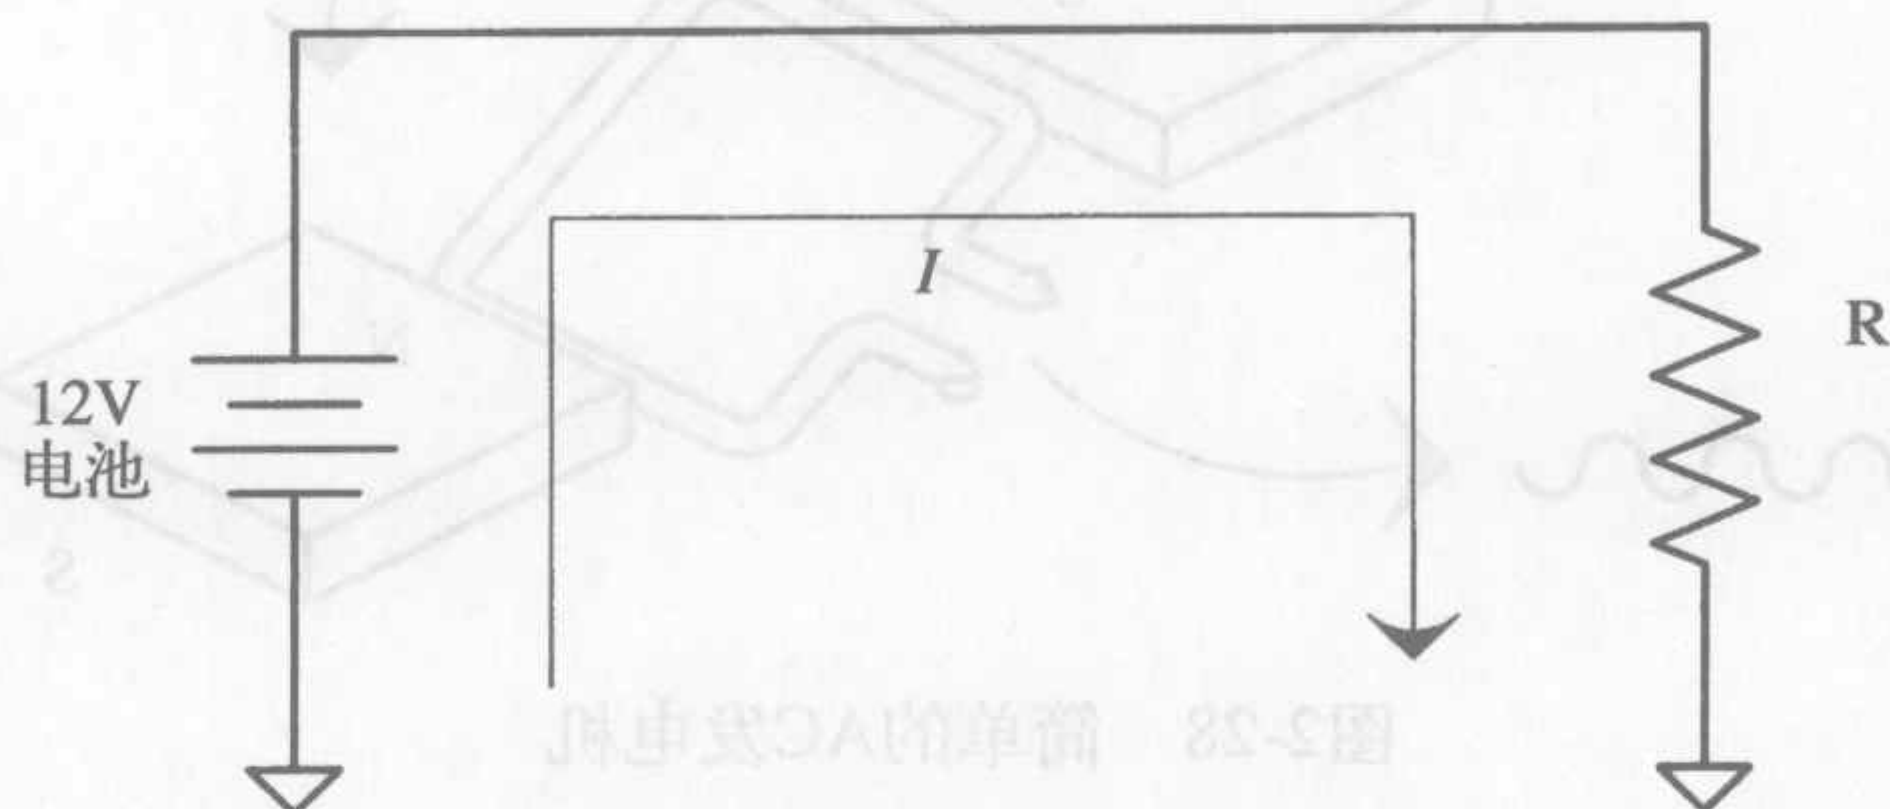

图2-27 电池产生的DC电流和电压
直流仅沿一个方向流，即从正到负①。电池是最常见的直流设备，将其接在电阻之类的负载两端，就会有电流流过，情况如图2-27所示。
电池也是恒压源设备，所以在需要电流来维持输出电压的地方，就可以使用电池。在图2-27中，我们已经在 $1\Omega$ 的电阻两端接了一个12V的电池——我们刚刚学了如何计算这种简单电路中的电流，是不是？只需随便在纸上划几下，就可以知道其电流是12A。